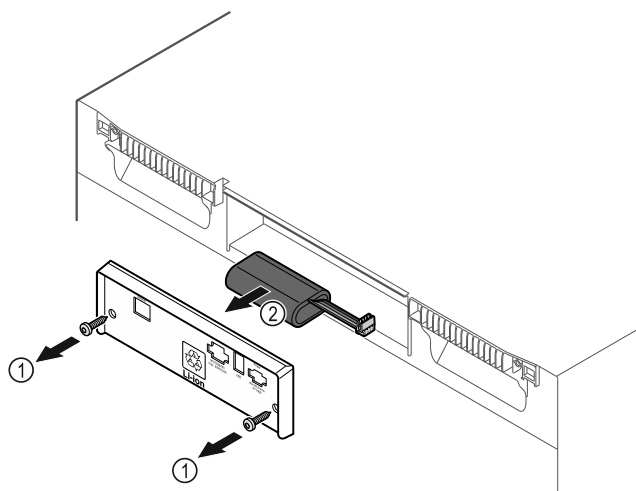

Fig. 185
- ▶ Schrauben herausdrehen und Abdeckung auf der Rückseite des Gerätes entfernen Fig. 185 (1).
- ▶ Batterie abstecken und herausnehmen Fig. 185 (2).